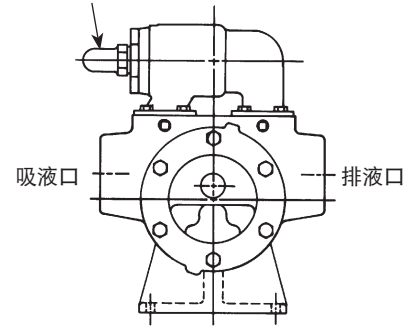

图 3
4. 溢流阀调整螺帽必须始终指向泵的吸入端。如果改变泵旋转方向，则应取下溢流阀，并将两端颠倒。请参阅图 3。
5. 如果泵配备有溢流阀，并已在拆卸过程中拆下，请用新垫圈将它安装在泵盖上。溢流阀调整螺丝帽必须始终指向吸液口。请参阅第 3 页的图 3。有关溢流阀的维修或调整，请参阅第 10 页的“溢流阀说明”。